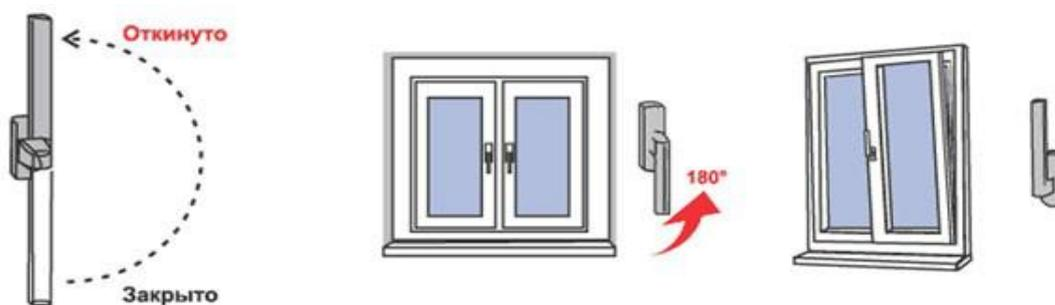

Рис. 2
2. Для перевода створки из закрытого положение в откидное – поворот створки относительно нижней горизонтальной оси (положение «Откин^уто» на Рис.2) – ручку поворачивают вертикально на 180 градусов вверх, при повороте ручки, закрытую створку прижимают к раме другой рукой (чуть выше ручки), затем, потянув за ручку, поворачивают створку относительно нижней горизонтальной оси на заданный изготовителем угол (откидной режим).